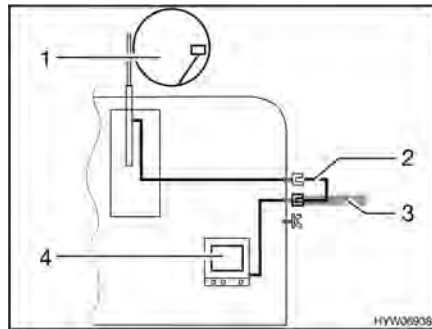

Fig. 148 TV en el vehículo
- TV en el vehículo (Fig. 148,4): Conexión a la antena del techo (Fig. 148,1) con el cable de conexión (Fig. 148,2)
- TV en el vehículo (Fig. 148,4): Conexión a antena externa (Fig. 148,3)